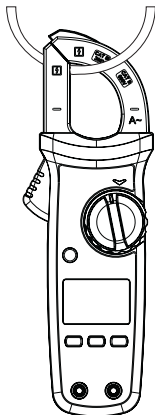

Fig. 3
4. Posizionare la pinza amperometrica in modo tale che il conduttore da misurare passi attraverso la pinza in posizione centrale e ad angolo retto . (non posizionarla ad angolo - questo falsificherebbe il valore misurato di $\pm 1\%$) Fig. 3. La pinza deve chiudersi completamente, altrimenti non è possibile effettuare la misurazione. Far passare un solo conduttore alla volta attraverso la pinza amperometrica!